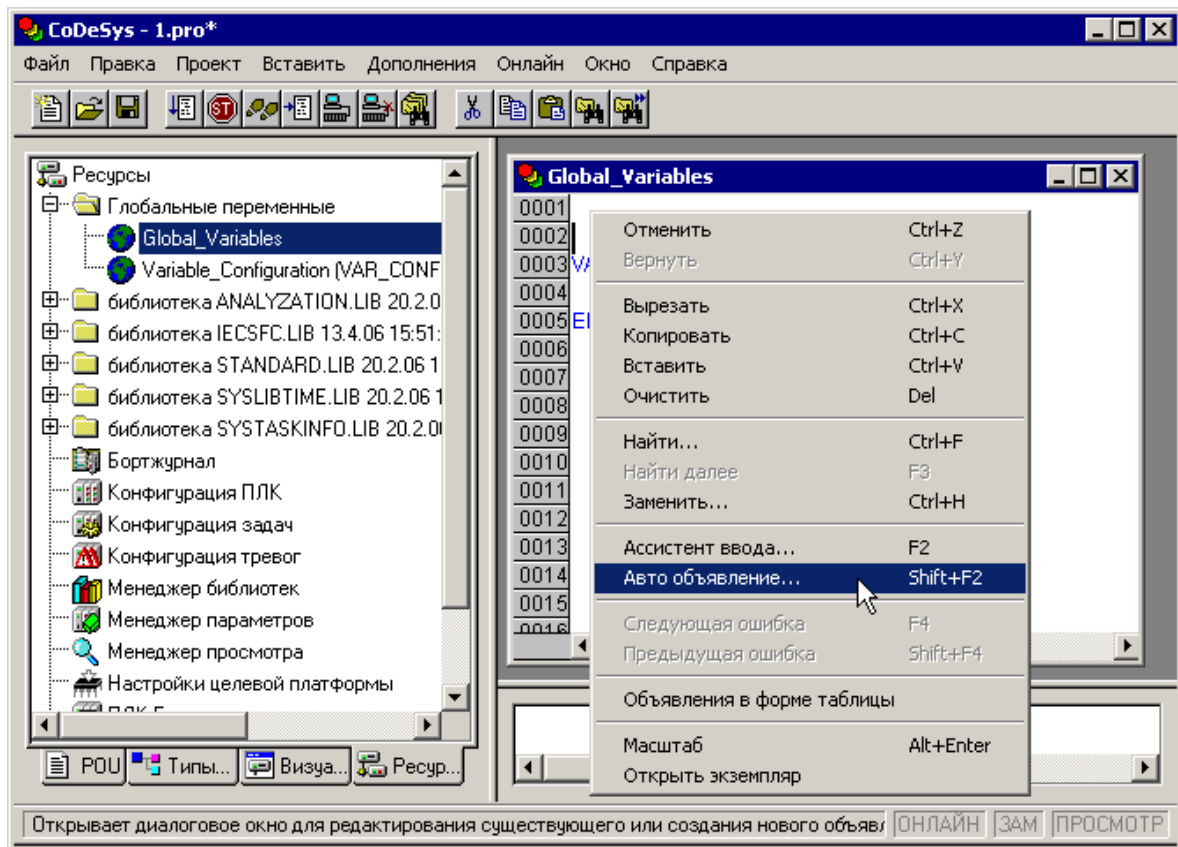

Рисунок 7.3 – Глобальные переменные. Вызов окна «Объявление переменной»
1) Войти в режим «Глобальные переменные (GlobalVariables)», в открывшемся окне режима (редакторе) – выбрать команду «Автообъявление» контекстного меню (см. рисунок 7.3).